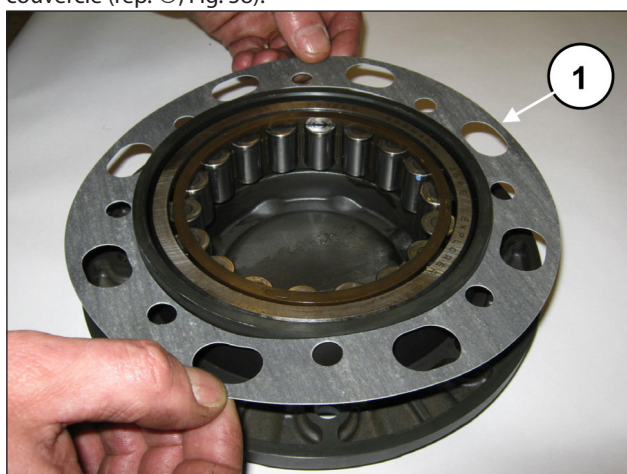
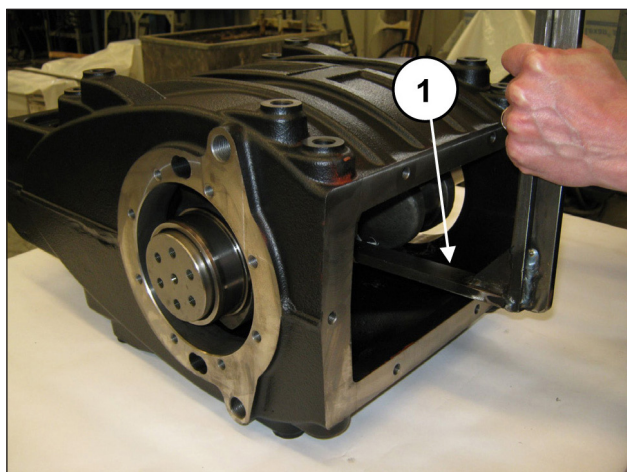

Fig. 57
Fig. 58
Insérer le joint latéral sur le couvercle du coussinet (rep. ①, Fig. 57) et soulever le vilebrequin pour faciliter le passage du couvercle (rep. ①, Fig. 58).